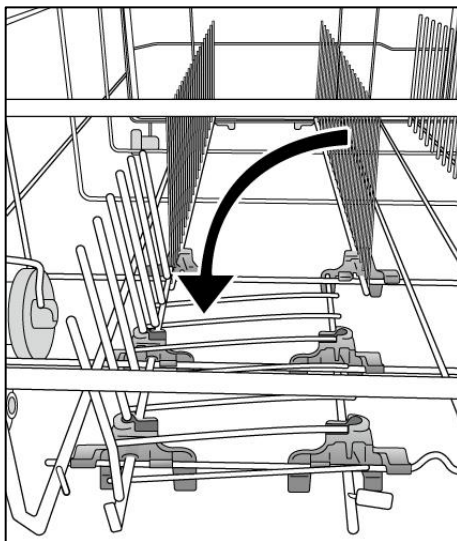

Fig. 6
- Colocar el tubo en la instalación de salida, evitando pliegues o arrugas (fig. 6).
Para colocar correctamente la cesta para cubiertos, baja las rejillas plegables delanteras como se muestra en la fig. 6 para garantizar la máxima estabilidad.